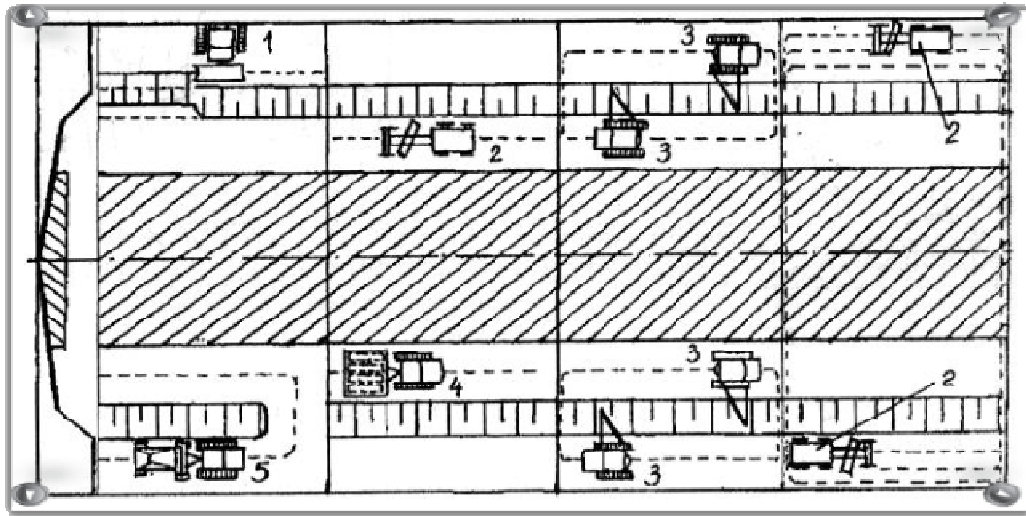

Рис. 14
20. На рис. 14 представлена технологическая схема